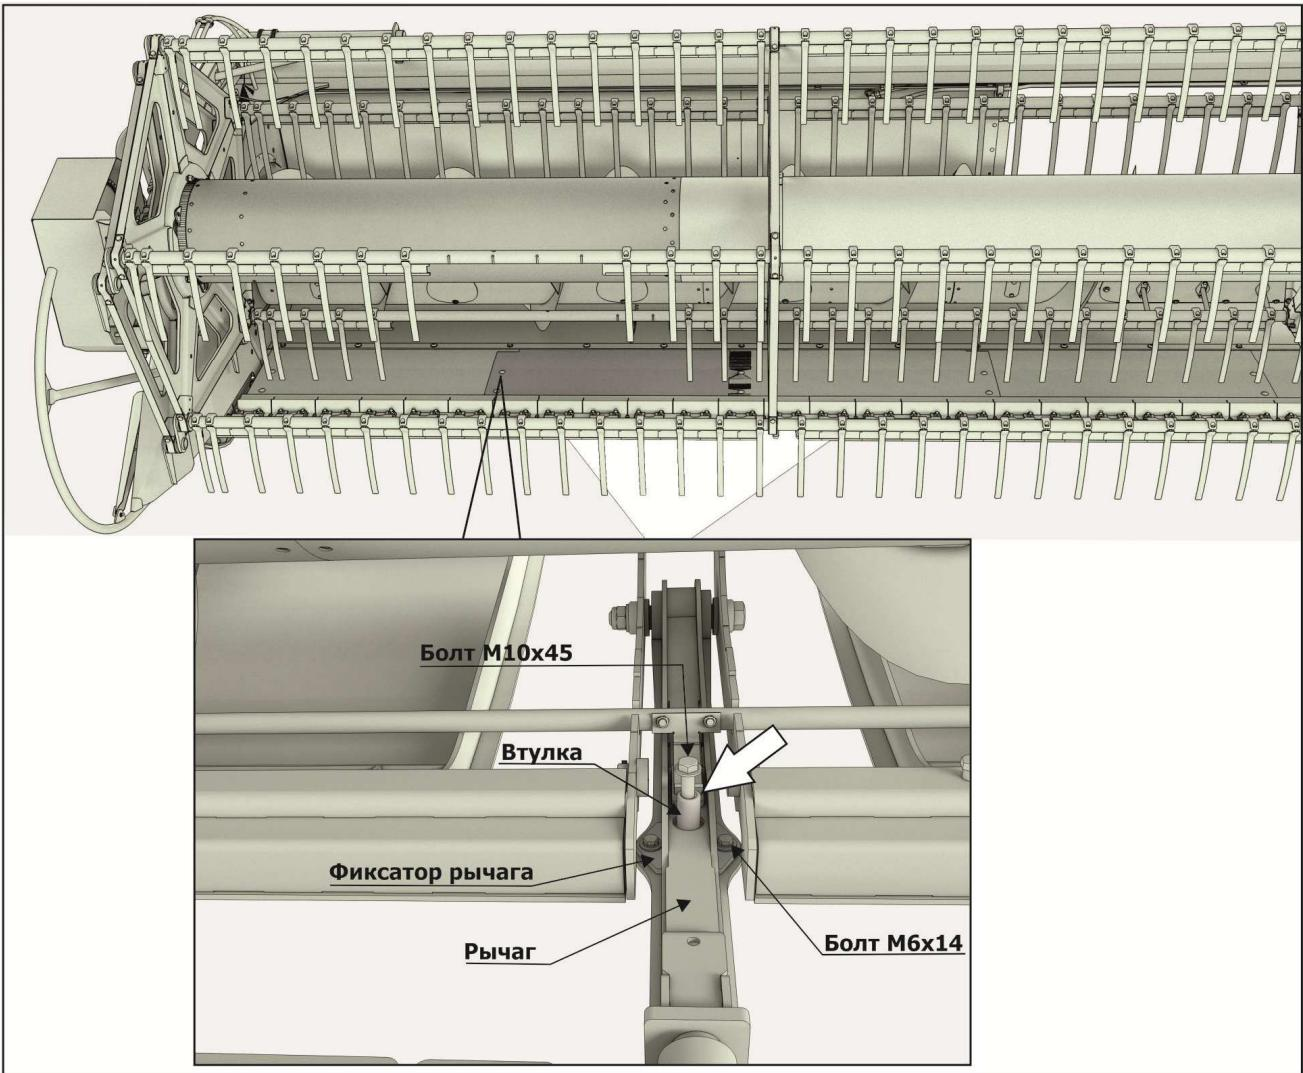

Рисунок 6.12 – Регулировка фиксатора рычага
- ПРОИЗВЕСТИ ОЧИСТКУ ПОЛОСТИ ВТУЛКИ (рисунок 6.12);